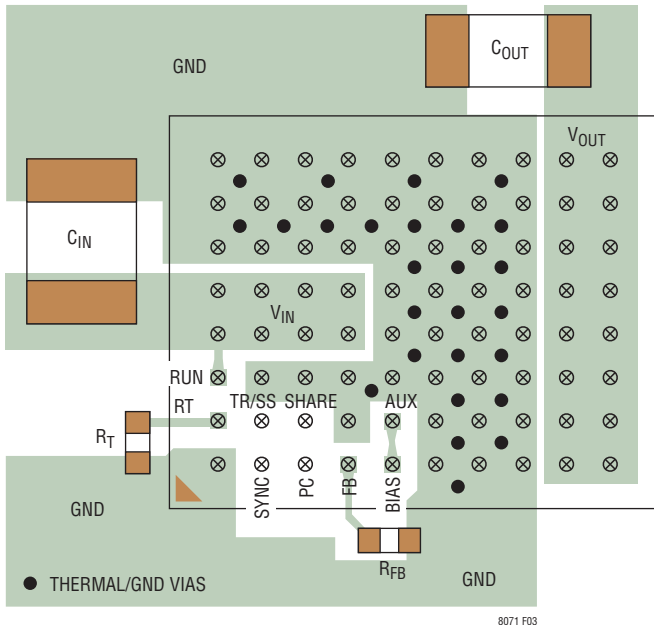

図3. 外付け部品、GNDプレーン、およびサーマル・ビアの推奨レイアウト
PCBレイアウトに関連する問題の多くは、LTM8071の高いレベルの統合によって軽減または解消されました。LTM8071はスイッチング電源であるとは言え、EMIが最小になり、確実に正常動作するように配慮する必要があります。LTM8071は高いレベルで統合されていますが、レイアウトが不適切な場合、所定の動作が得られないことがあります。推奨レイアウトについては、図3を参照してください。接地と放熱が必ず許容範囲になるようにします。
6. ビアを使って、GND銅箔領域を基板の内部グラウンド・プレーンに接続します。これらのGNDビアを多く配置することで、プリント回路基板の内層への良好なグラウンド接続と熱経路の両方を確保します。図3のサーマル・ビアの位置と密度に注意してください。LTM8071は、図示の位置で内部GNDプレーンに接続したビアによって効果的に放熱されます(これらのビアは内部の電力処理部品の近くにあるためです)。サーマル・ビアの最適な数は、プリント回路基板の設計で決まります。例えば、非常に小さなビア・ホールを使う基板の場合、大きなビア・ホールを使う基板より多くのサーマル・ビアを使用する必要があります。